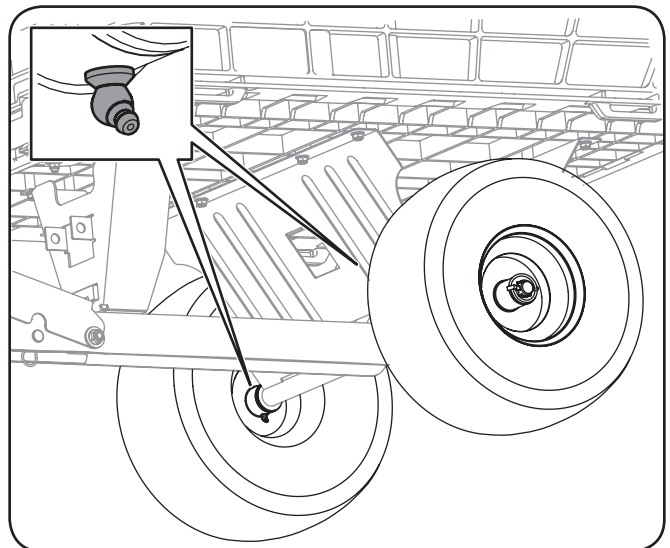

Figura 6-3
2. Engrase las ruedas usando el dispositivo de engrasado de las ruedas de forma anual o cuando sea necesario. Consulte la Figura 6-3.